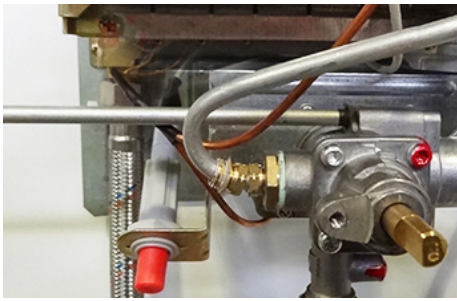

Fig. 14
- Svitare le 4 viti di fissaggio della valvola gas (Fig. 14)